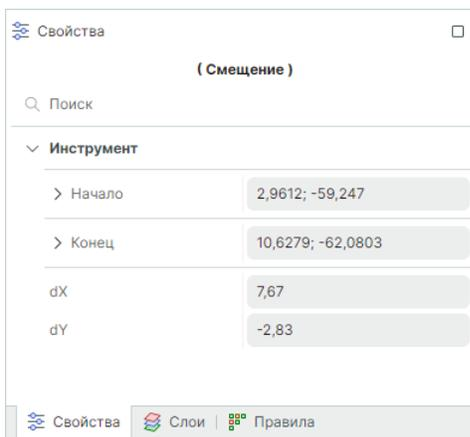

Рис. 152 Информация о смещении
2. Зажмите левую кнопку мыши и переместите курсор в то место, куда необходимо переместить посадочное место. При этом в панели «Свойства» будут отображаться исходное положение посадочного места (пункт «Начало»), текущие координаты (пункт «Конец») и величина перемещения относительно исходной точки (пункты «dX» и «dY») см. Рис. 152.